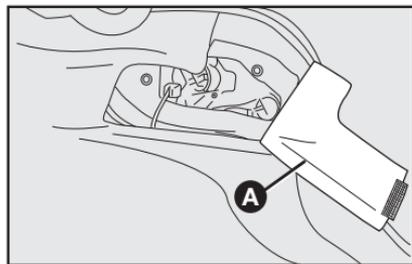

fig. 47
1) por el interior del compartimiento de equipajes, tire de la protección en el tapizado **A-fig. 47**.